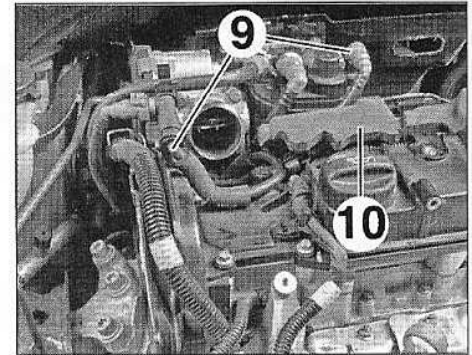
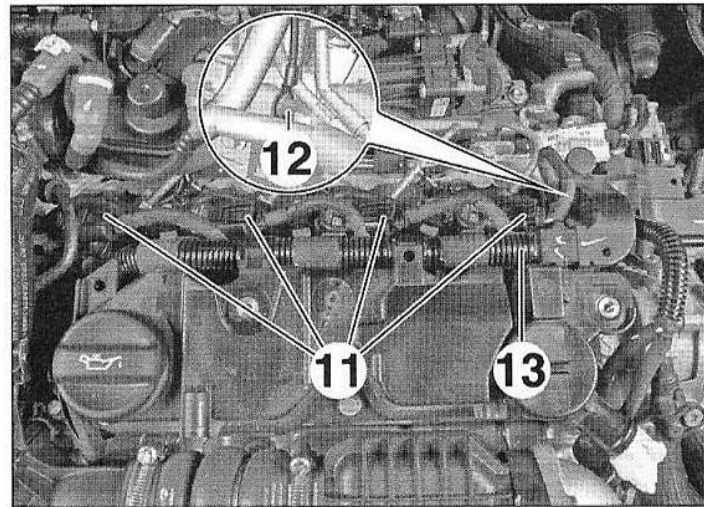
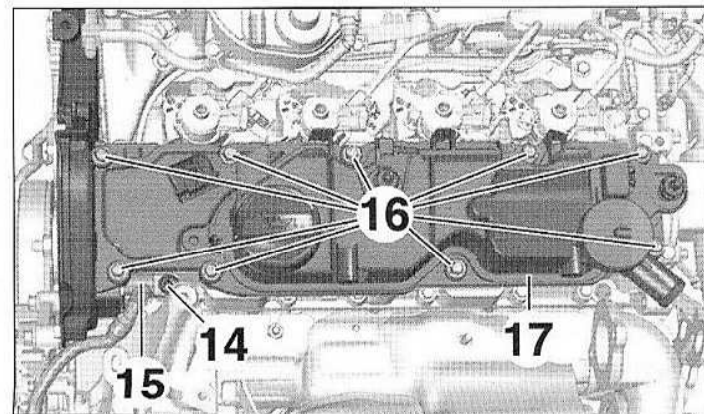
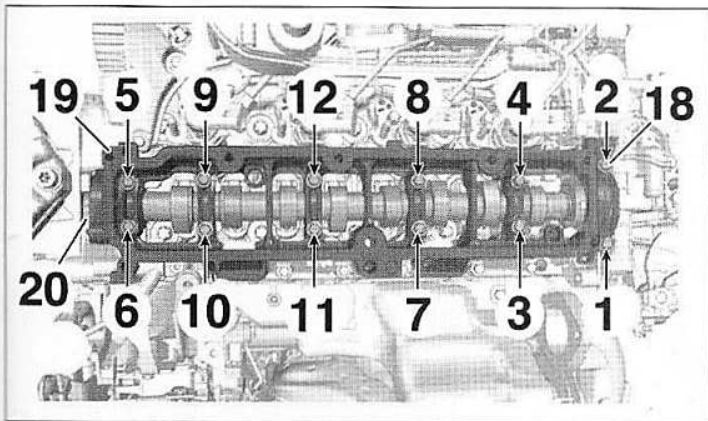

FIG.72
FIG.73
FIG.74
FIG.75
- Débrancher et dégraffer les canalisations de retour de carburant (9) (Fig.72).
- Déposer l'insonorisant (10).
- Débrancher les connecteurs (11) des injecteurs (Fig.73).
- Déposer la vis (12).
- Dégraffer et écarter le faisceau (13).
- la vis (14) et écarter le capteur d'arbre à cames (15) (Fig.74),
- les vis (16),
- le couvre-culasse (17),
- les vis (18) en respectant l'ordre préconisé (Fig.75),
- la partie supérieure (19) du carter-paliers d'arbre à cames,
- l'arbre à cames (20).